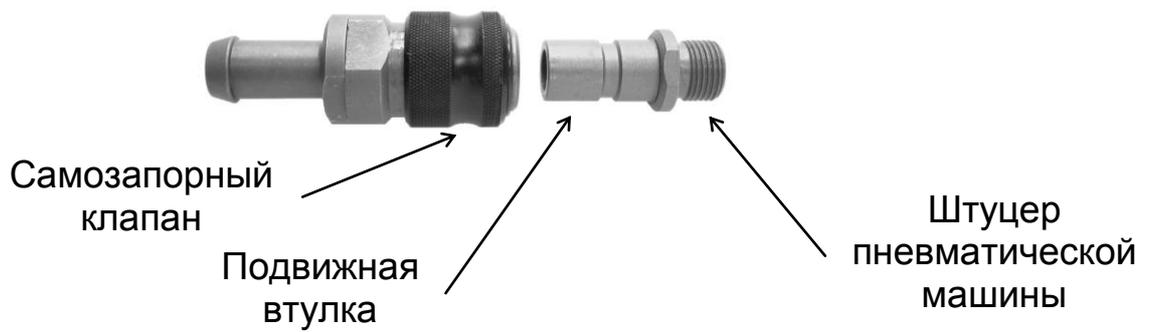

Рис. 2
3.4. Извлечь штуцер из быстроразъемного воздушного соединения, оттянув для этого подвижную втулку в сторону пневмошланга (рис. 2).
3.12. По окончании работы оттянуть подвижную втулку (рис. 2) в сторону пневмошланга и отсоединить шланг с самозапорным клапаном от пневматической машины. Подача воздуха через шланг прекратится автоматически.